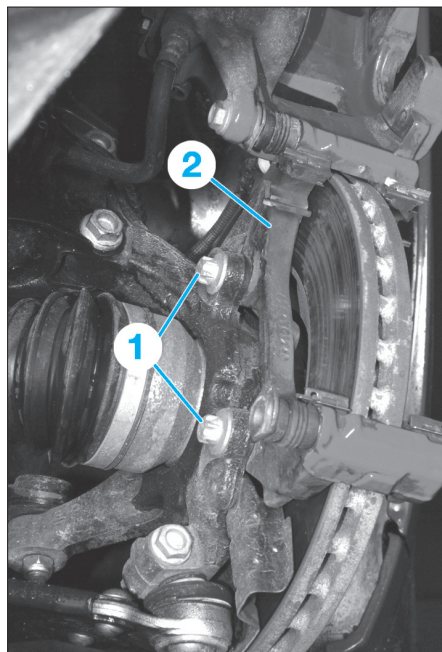
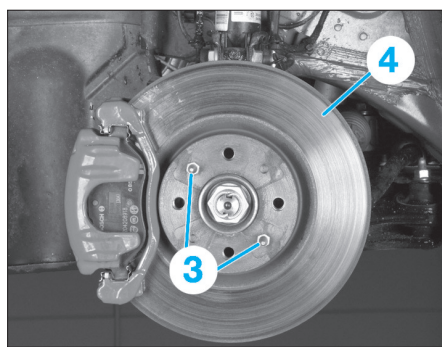

Fig. 9
Fig. 10
- les deux vis (1) (Fig.9),
- le support d'étrier de frein (2),
- les deux vis de maintien (3) du disque (Fig.10),
- le disque de frein (4).